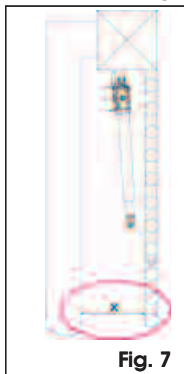

Fig. 7
- ⚠** Une fois l'opérateur installé, vérifier que la cote "X" de la Fig. 7 soit au minimum 500mm. Si la cote "X" est inférieure à 50 mm, réaliser un essai d'impact à l'endroit illustré dans la Fig. 7, conformément à la norme UNI EN 12445 et vérifier que les valeurs relevées soient conformes aux prescriptions de la norme UNI EN 12453.
Si les valeurs de poussée ne font pas partie des valeurs spécifiées par la norme UNI EN 12453, il est OBLIGATOIRE de protéger la zone illustrée dans la figure 7 au moyen d'un dispositif de protection conforme à la norme UNI EN 12978.